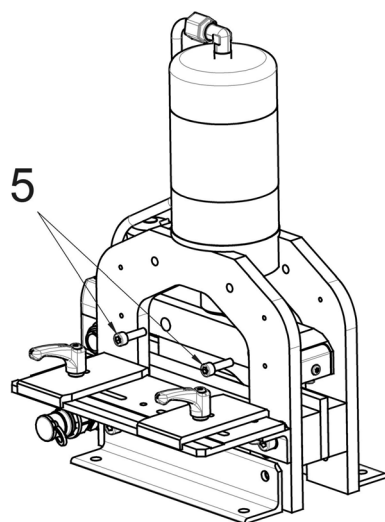

Рис. 12: Отвинчивание крепежных винтов
- Теперь отвернуть оба винта М8 (рис. 12, 5) со стороны режущего механизма.
- Сбоку ввинтить два винта М8 (рис. 12, 5) с моментом затяжки 15 – 20 Нм.